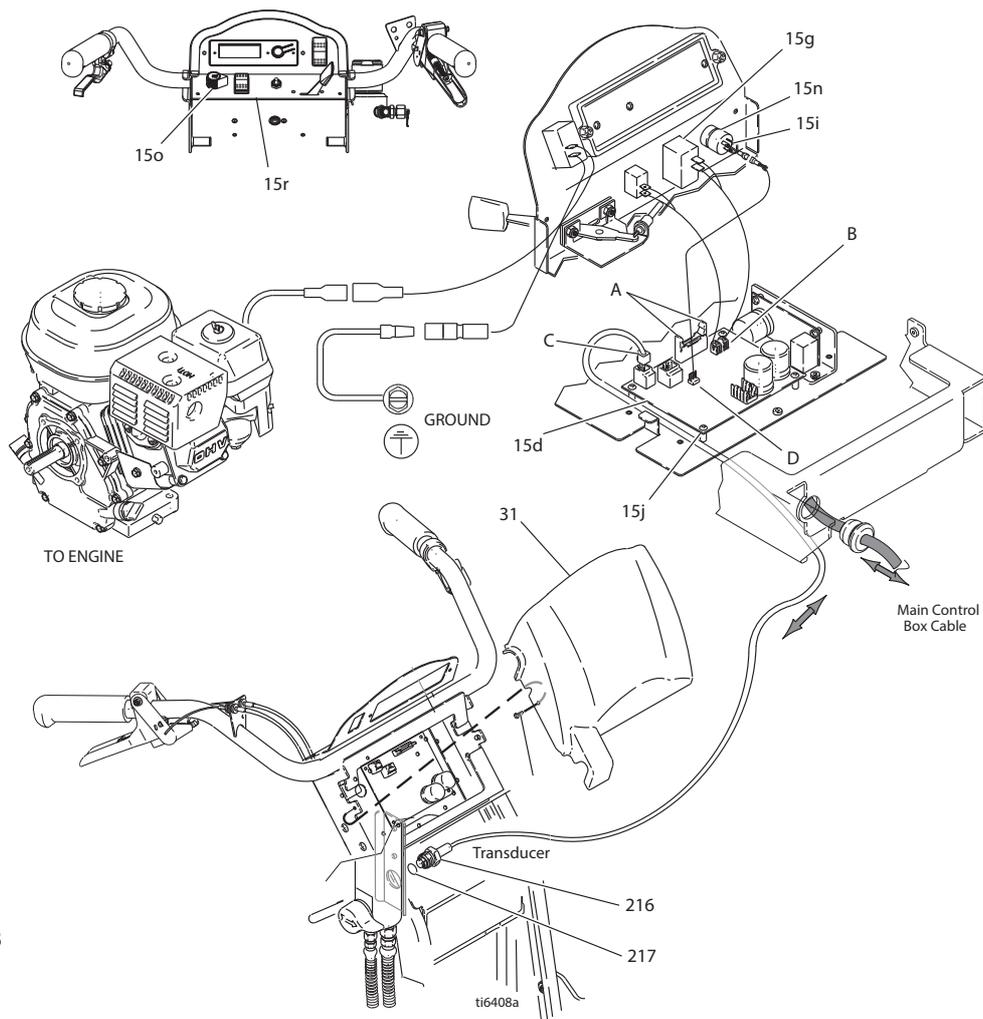

Fig. 13
- 2 Fig. 13. Retirez les deux vis (125) et le capot (31).
- 3 Ouvrez les pattes du connecteur (A) sur la carte PC et sortez le connecteur de l'afficheur.
- 4 Débranchez le connecteur du bouton MARCHÉ/ARRÊT (B) de la carte PC.
- 2 Fig.13. Retirez les deux vis (125) et le capot (31). Ouvrez les pattes du connecteur sur la carte PC et sortez le connecteur de l'afficheur.
- 3 Fig. 13 and 21. Notez sur un papier les branchements des fils sur la carte de commande. Débranchez les fils de la carte de commande (15d).
- 4 Fig. 13. Retirez les quatre vis (15j) de la carte de commande (15d).
- 1 Fig. 13. Fixez la carte de commande (15d) avec quatre vis (15j).
- 2 Fig. 13 et 21. Voir la remarque sur les branchements de fils sur la carte de commande. Branchez les fils sur la carte de commande (15d).
- 3 Fig. 13. Introduisez le connecteur de l'afficheur dans la carte PC, refermez les pattes du connecteur de l'afficheur sur la carte PC. Fixez le capot de commande (31) avec deux vis (125).
- 3 Débranchez le fil du capteur (C) de la carte de commande (15d).
- 4 Enlevez le capteur de pression (216) et le joint torique (217) du collecteur du filtre (40).
- 1 Fig. 13. Placez le joint torique (217) et le capteur de pression (216) sur le collecteur du filtre (40). Serrez à un couple de 47,4 à 61 N•m (35-45 pi-lb).
- 2 Branchez le fil du capteur (C) sur la carte de commande (15d).
- 3 Fixez le capot de commande (31) avec deux vis (125).
- 3 Débranchez le fil (D) de la carte de commande (15d).
- 2 Fig. 13. Montez le potentiomètre de pression (15i), l'écrou d'arbre, la rondelle et le bouton du potentiomètre (15o).
- 3 Branchez le fil (D) sur la carte de commande (15d).
- 4 Fixez le capot de commande (31) avec deux vis (125).